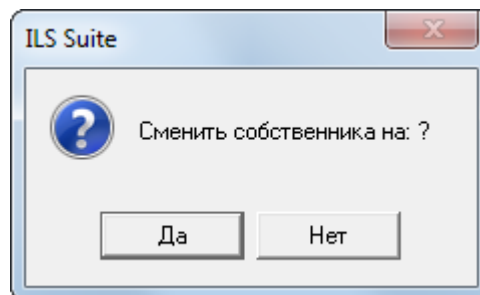

Рис. 22-24 – Диалоговое окно с предложением сменить собственника
8) После выбора эксплуатанта открывается диалоговое окно с предложением сменить собственника на ту же организацию, что и эксплуатант (рис. 22-24).